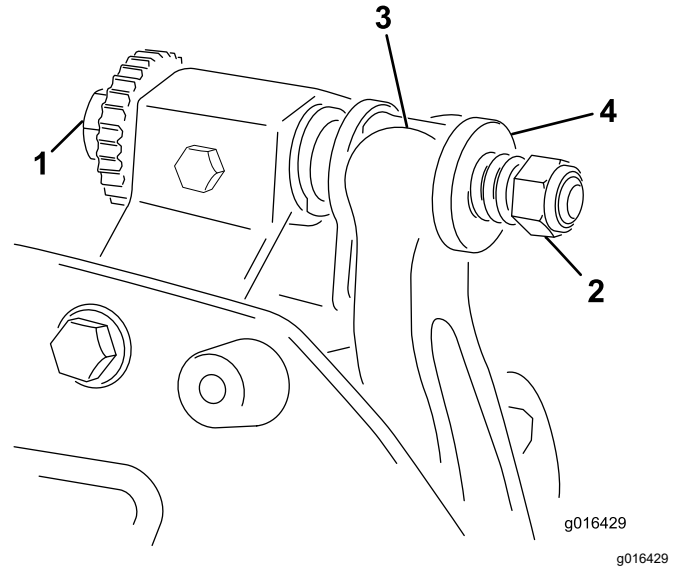

图 17
1. 逆时针旋转底刀架调节螺丝将底刀后撤离开滚刀 图 17。
2. 退出弹簧加压螺母直到垫圈不再对底刀架 图 17 施压。
1. 安装底刀架将安装吊耳固定在垫圈与底刀架调节螺丝之间图 17。